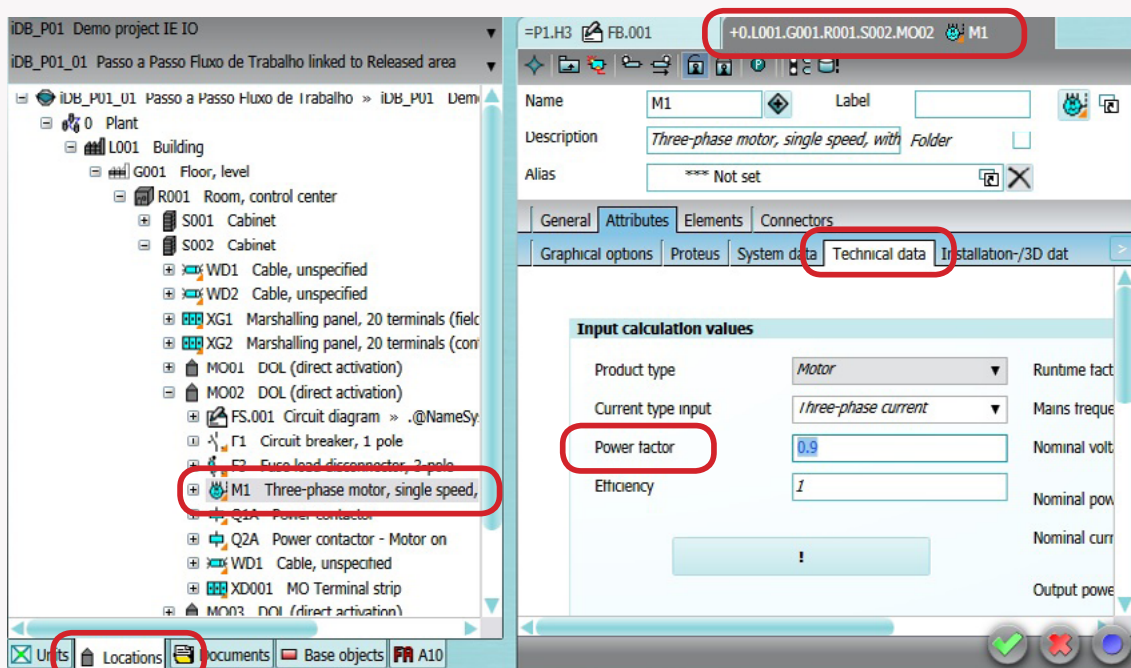

Figura 29 – Propriedades do motor elétrico M1
- Preencha o campo Power factor da aba Technical data conforme a **Figura 29**;